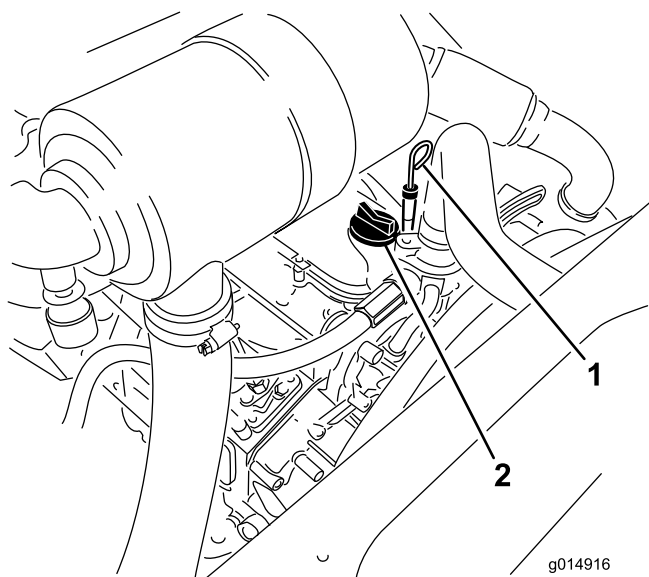

Figura 44
3. Retire a vareta, limpe-a e volte a colocá-la (Figura 44).
5. Se o nível de óleo se encontrar abaixo da marca Full (Cheio) da vareta, retire o tampão de enchimento (Figura 44) e adicione óleo até que o nível atinja a marca Full.